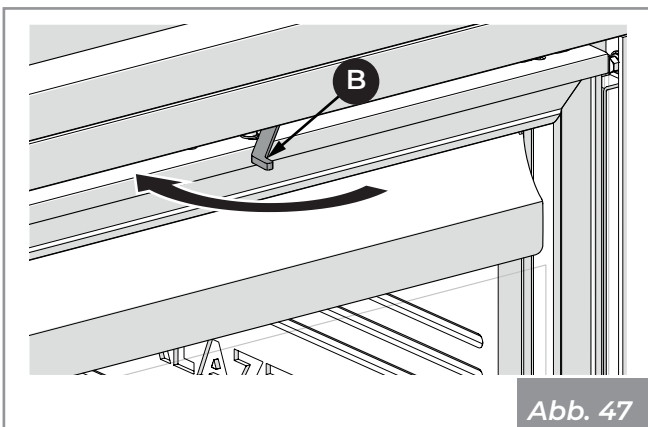

Abb. 47
- 5) Den Hebel (B) mit der Hand drücken und wieder in die Verriegelungsposition (Abb. 47) bringen.